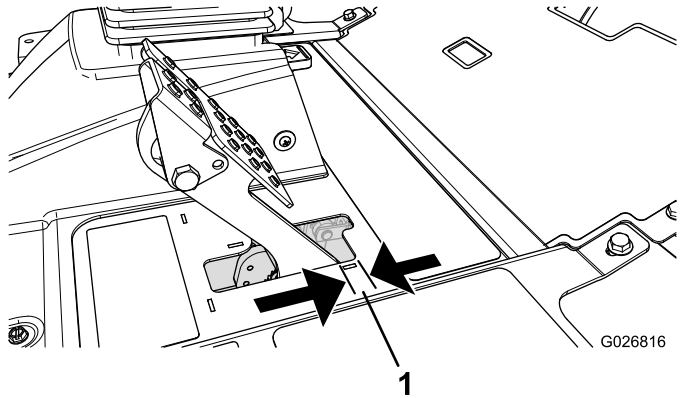

図 70
ブレーキペダルの「遊び」図 70が 2.5cm 以上となったり、強く踏み込まないとブレーキの効きが悪いと感じられるようになったら、調整を行ってください。遊びとは、ブレーキペダルを踏み込んでから抵抗を感じるまでのペダルの行きしろを言います。
2. 後ナットを締めてケーブルを後方に移動させて、ホイールがロックする前のブレーキペダルの遊び図 70が 0.631.27cm なるように調整する。